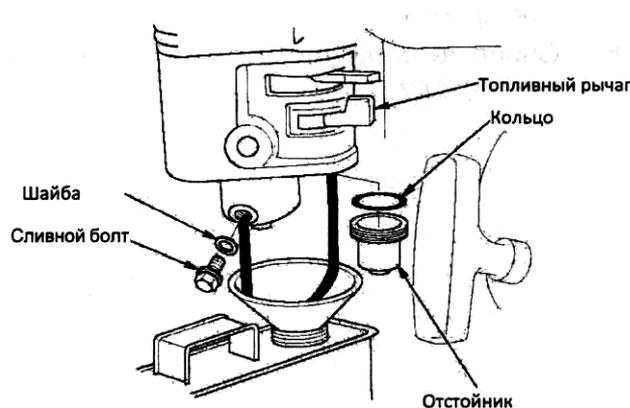

Рисунок 2.28 – Схема консервации мотопомпы
**ПРИМЕЧАНИЕ.** Все работы по консервации проводятся на холодном двигателе (рис. 2.28).